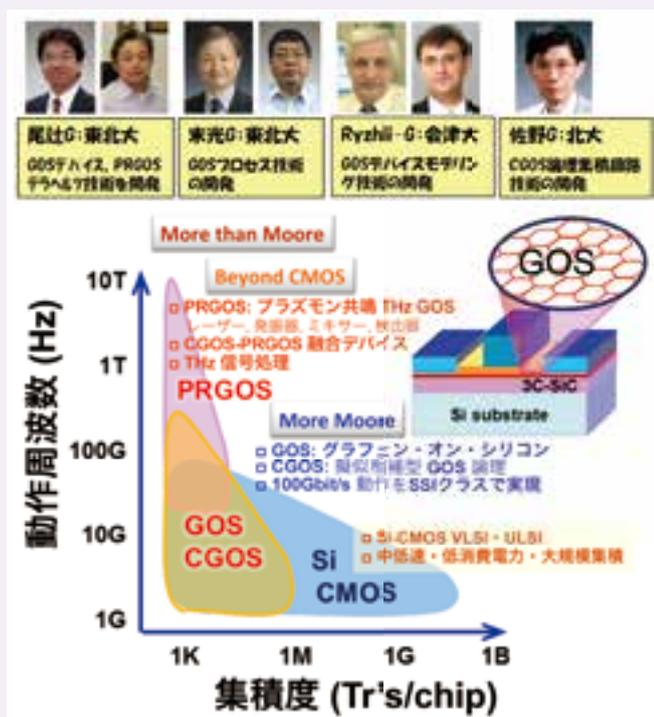

図1 本CRESTで明確化したGOS技術の適用領域
そのような背景のなか、2007年度に、科学技術振興機構JSTにおいて戦略的創造研究推進事業CREST(Core Research for Evolutional Science and Technology)の新領域「次世代エレクトロニクスデバイスの創出に資する革新材料・プロセス研究」が、渡辺久恒研究総括の下に発足しました。この領域発足を絶好の好機と捉え、私達は、「グラフェン・オン・シリコン(GOS)材料・デバイス技術の開発」という課題を提案し、全6課題の一つとして採択されました。グラフェンは、炭素原子1個分の厚みしかない六角形をした蜂の巣状の格子が連なった単層シートです(図1)。グラフェンの発見とその特異な物性の実験実証の先駆的業績に対して英国・マンチェスター大学のA.K. Geim, K. Novoselov両氏に2010年度ノーベル物理学賞が授与されました。今、最もホットな新材料の一つです。グラフェンは、バンドギャップがなく、バンドのスロープ(エネルギーと運動量の比)が線形・一定という、通常の半導体や半金属とは全く異なるバンド構造を有しています。その結果、電子・正孔ともに有効質量ゼロの相対論的粒子として振る舞い、質量消失効果に伴う巨大キャリア移動度や、極限的なチャンネル厚の薄層化による短チャンネル効果フリーという極めて優れた特徴を有しています。同時に、グラフェンはテラヘルツ(THz)周波数帯の微弱なフォトンに対して、反転分布・利得増幅・巨大光電子相互作用といった特異な性質も有しています(図1)。本稿では、2007年度より推進してきたCREST-GOSプロジェクトの一端と今後の展望について紹介いたします。
技術、(3) 電子輸送限界を越えたプラズモン共鳴型新原理 GOS デバイス PRGOS (Plasmon Resonant GOS) 技術の開発を柱としています(図1)。研究チームは、東北大通研(尾辻泰一教授(研究代表者)・末光哲也准教授グループ、末光真希教授・吹留博一准教授グループ)を中心に、会津大(RYZHII Victor 教授・RYZHII Maxim 准教授グループ)および北大(佐野栄一教授グループ)と組織し、バイタリティあふれる助教、ポスドクの若手研究者や大志を抱く大学院学生諸君を含む総勢 40 名弱のメンバーが有機的連携のもとに研究を推進し、これまでに以下の成果を得ました。